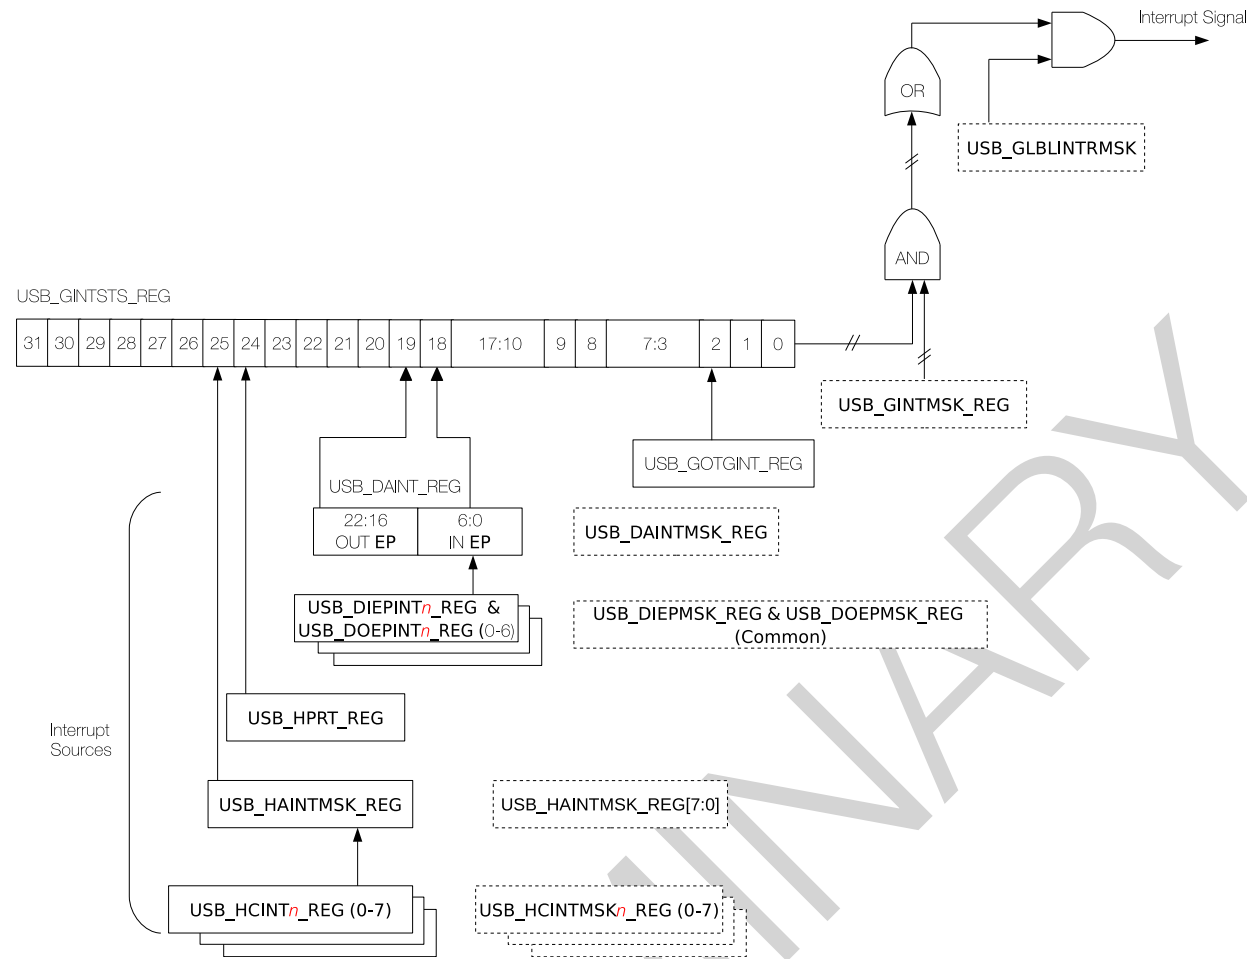

图 20-5. OTG_FS 中断层次结构图
OTG_FS 有一条中断线，可以通过中断矩阵连接到一个 CPU。可以通过置位 USB_GLBLINTRMSK 来显示中断信号。OTG_FS 中断是 USB_GINTSTS_REG 寄存器中所有位的或 (OR)，且置位 USB_GINTMSK_REG 寄存器中的相应位可以使能 USB_GINTSTS_REG 中的位。USB_GINTSTS_REG 包含系统级中断，还包含主机或设备模式专有的中断位以及 OTG 有关中断。OTG_FS 中断源的层次结构如图 20-5 所示。